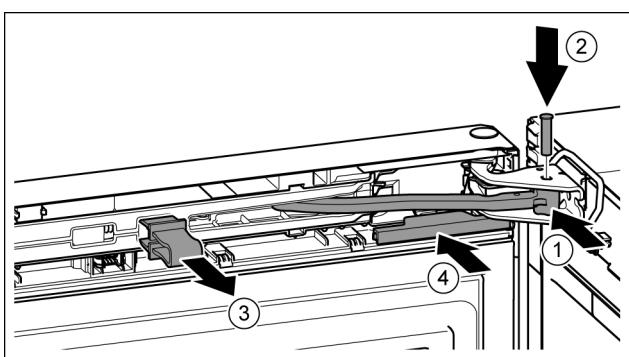

Fig. 49
- Поверніть шарнір в опорному кронштейні. Fig. 49 (1)
- Встановіть гвинт в опорний кронштейн та шарнір. При цьому виступ фіксатора повинен займати правильне положення в пазу. Fig. 49 (2)
- Зніміть запобіжник. Fig. 49 (3)
- Насуньте кришку. Fig. 49 (4)